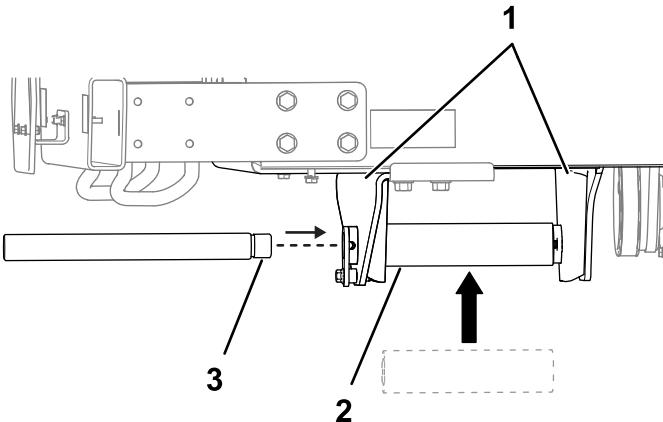

図13
- アクスルサポート間にスペーサアクスルを入れて、距離が正しいことを確認する図13。新しいアクスルサポートの位置を調整する。
- スペーサアクスルにピボットシャフトを挿入する図13。ピボットシャフトが自由に回転できない場合には、新しいアクスルサポートの位置を調整する。必要に応じてフレームのエッジ部にサンダーを掛ける。